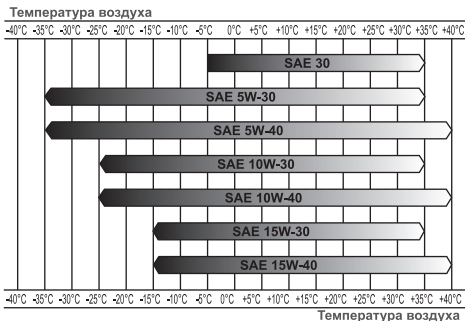

Рис. 5 Определение вязкости масла
*Нельзя применять масло для двухтактных двигателей. Рекомендуются применять моторное масло для четырехтактного бензинового двигателя категории SJ и выше по системе классификации API. Вязкость масла по классификации SAE выбирается в зависимости от температуры окружающего воздуха, при которой будет работать двигатель. При выборе вязкости масла пользуйтесь таблицей, показанной на Рис. 5.*